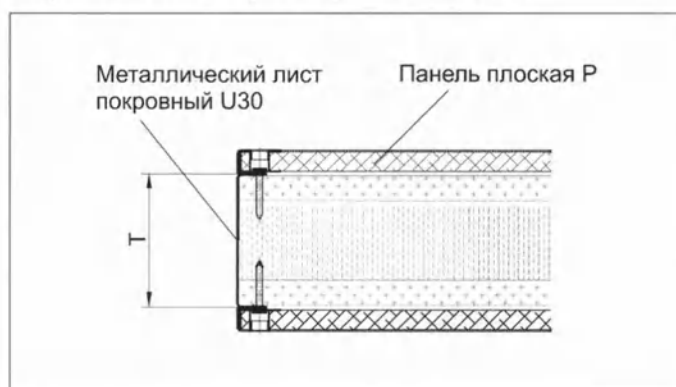

Рис. 10 Свободное окончание панелей
4.4. Окончание панелей (Рис. 10)